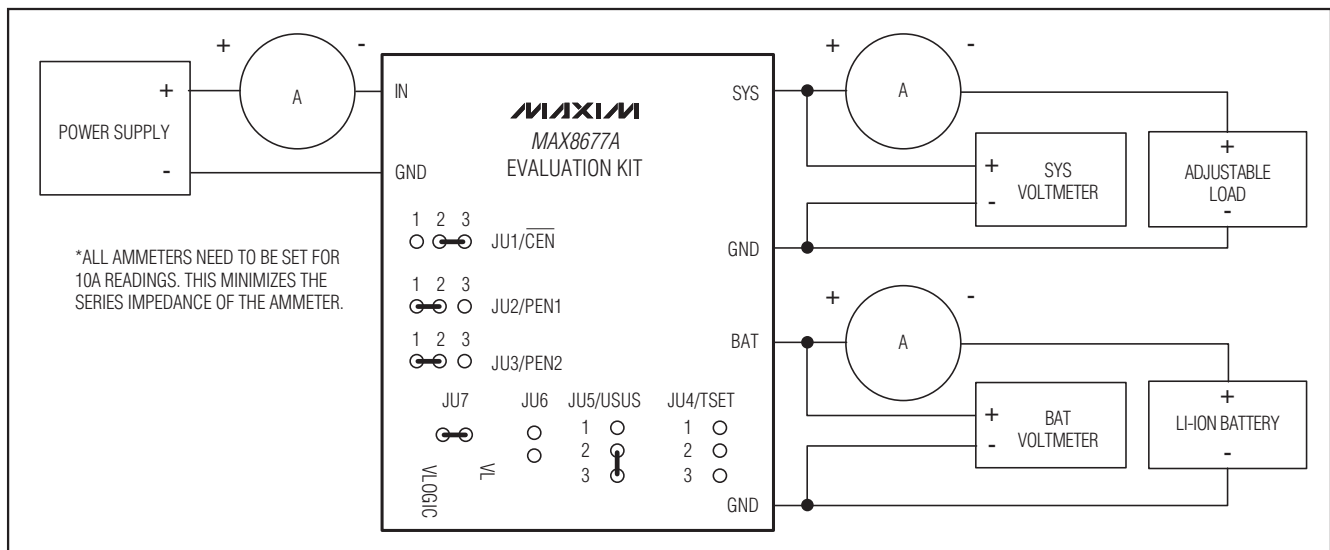

図1. テスト手順のセットアップ
- 図1に示すように、EVキットと電源、バッテリー、可変負荷、およびメータを接続してください。
- EVキットのジャンパ設定が、表1および図1に示す設定になっていることを確認してください。